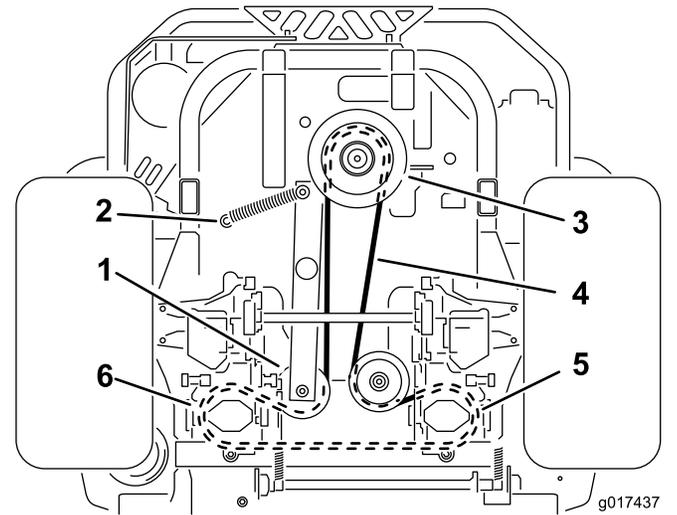

Figura 60
6. Retire el muelle tensor del espárrago (Figura 60).
4. Levante la máquina y apóyela sobre gatos fijos (Figura 60).